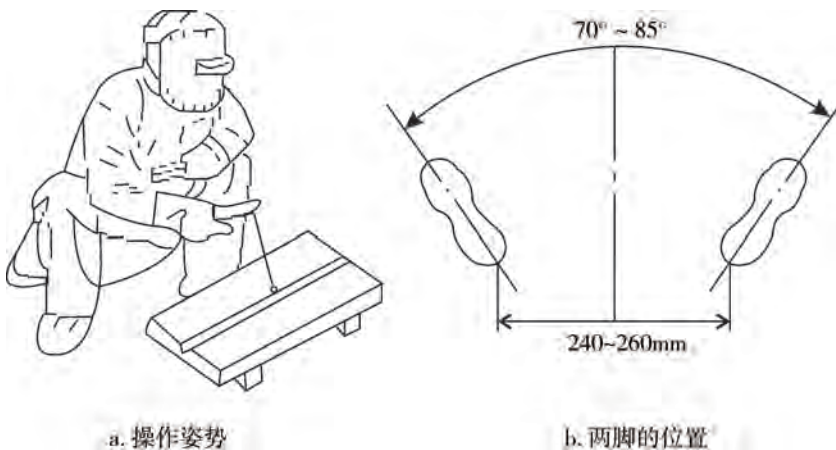

图2.14 平焊蹲式操作姿势
(3) 引弧。引弧时一般采用图2.14 所示操作姿势, 蹲姿要自然, 两脚夹角为 $70^{\circ} \sim 85^{\circ}$, 两脚距离为 240~260mm。持焊钳的胳膊半伸开, 要悬空无依托地操作。可采用图2.15a 所示划擦引弧法: 先将焊条末端对准焊件, 距离为 8~10mm, 然后像划火柴似的使焊条在焊件表面划擦一下, 提起 2~3mm 的高度引燃电弧。引燃电弧